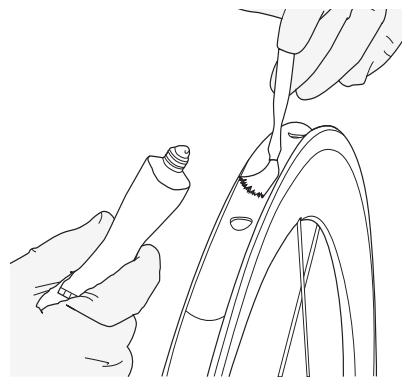

Figura 31: Aplique uma fina camada de cola no leito do pneu no aro.
3. Com o pincel de cola, aplique uma fina camada de cola no leito do pneu do aro, de borda a borda, em toda a volta do aro (Figura 31).